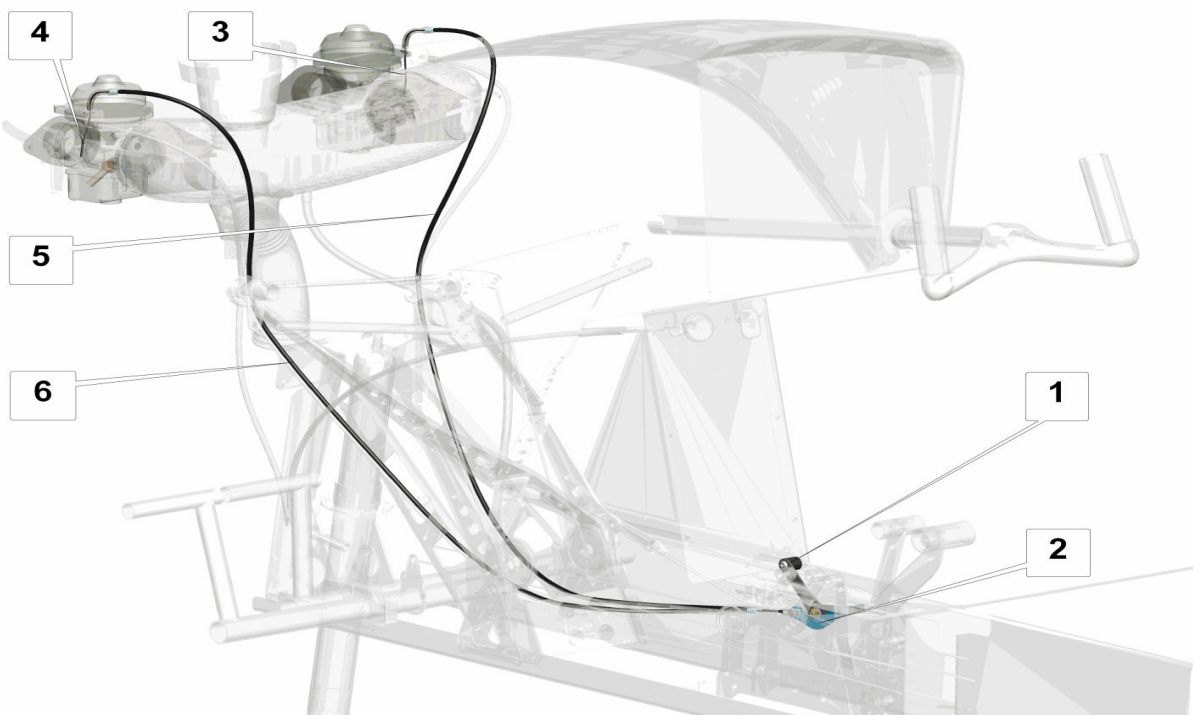

Fig. 10 Commande de mixture pour mise en route
Le dosage de mixture (**Fig.10**) s'effectue grâce à la manette de starter (1), reliée par câbles aux bras de commande des starters des carburateurs droit (3) et gauche (4). Les câbles passent au travers de gaines flexibles droite (5) et gauche (6).